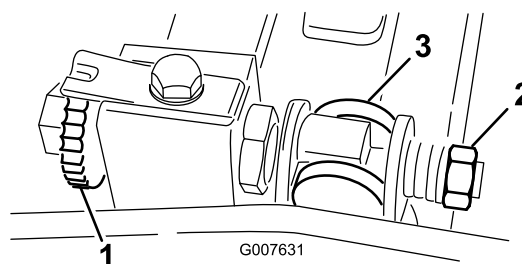

Рисунок 56
1. Поверните регулировочный винт планки неподвижного ножа против часовой стрелки, чтобы отвести неподвижный нож от барабана (Рисунок 56).
2. Отвинчивайте гайку натяжения пружины до тех пор, пока шайба больше не будет нажимать на неподвижный нож (Рисунок 56).